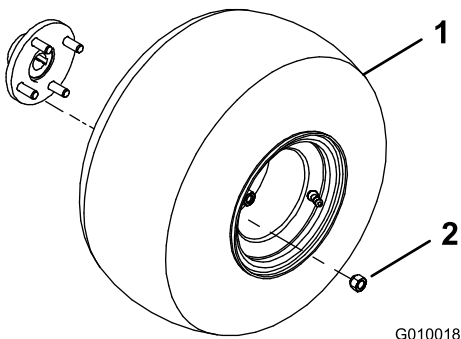

图 4
2. 用 4 个车轮螺母将车轮总成组装到各个后轮轮毂上 **图 4**。